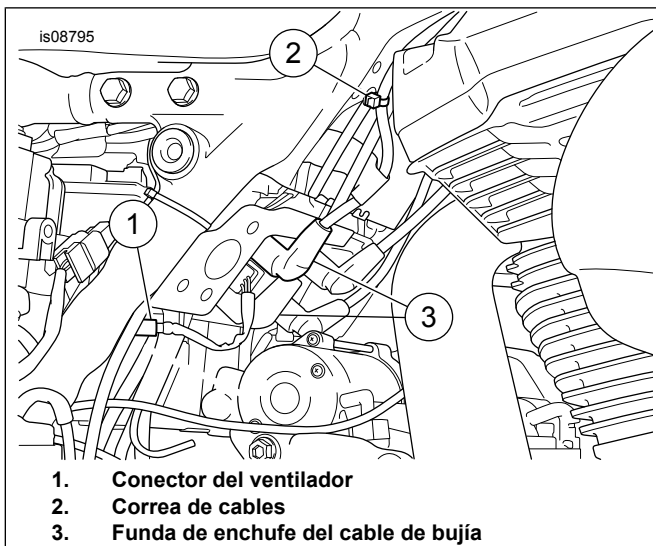

Figura 1. Conector del ventilador
7. Ver Figura 1 . Localice el conector del ventilador (1) y desconecte.
- *Cuando se reposiciona, las fundas de cable de la bujía derecha (3) en el paquete de bobinas deben estar orientadas hacia el lado izquierdo del vehículo.*
- *Vea Tabla 1. Hay orificios en la estructura para soportar el uso de correas de cable tipo árbol de navidad (12) para ayudar a enrutar correctamente un arnés de cables o asegurar los cables de las bujías.*
- *Al enrutar los cables de las bujías (2), verifique que haya suficiente espacio libre entre la estructura y el ensamblaje del motor.*
Ver Figura 1 . Vuelva a colocar las fundas de los cables de las bujías del lado derecho.